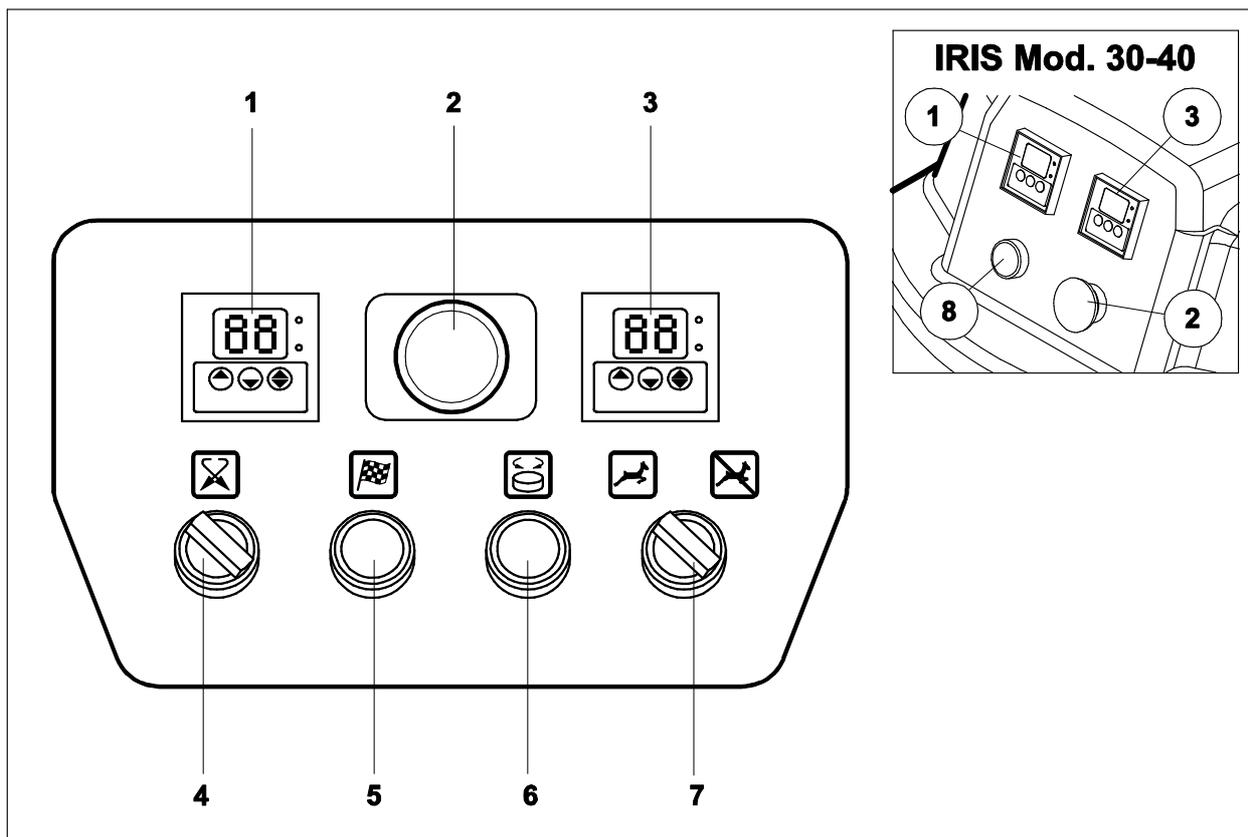
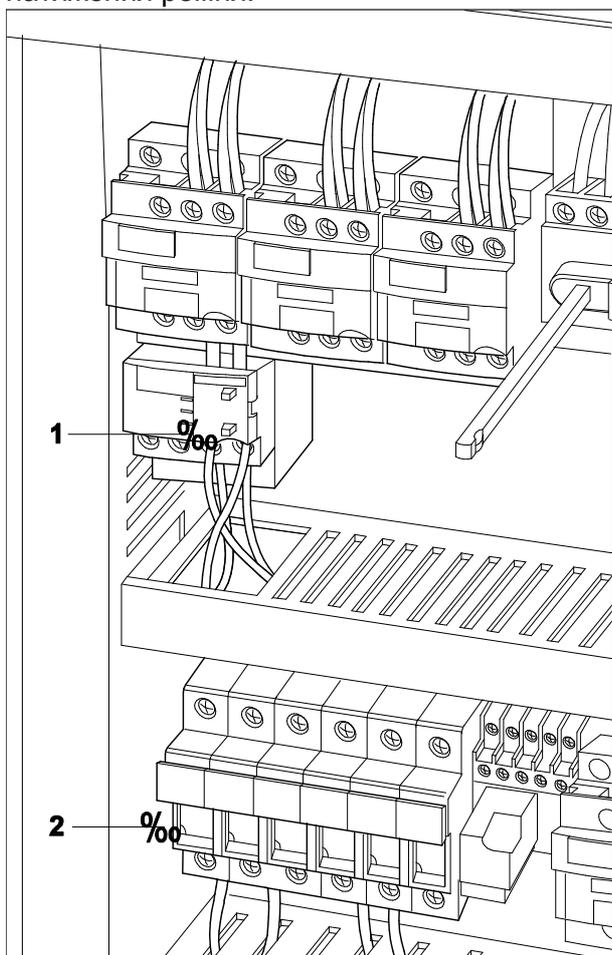

Рис. 7 – Панель управления
Рис. 10 – Электрический щиток IRIS 80-250
Управление тестомесильной машиной осуществляется с помощью панели управления, напряжение на которой уменьшено до 24 Вольт (Рис. 7).
3) Теперь выберите время смешивания (если время еще не установлено) с помощью двух таймеров (1 и 3 на рис. 7).
4) Нажмите кнопку START - (5 рис 7). В модели 80-250, или (8 рис 7) в моделях 30-40, для того, чтобы запустить рабочий цикл. Если оператор выбрал время замеса настройками таймера 1 (1 на рис. 7) и таймера 2 (3 на рис. 7), машина прекратит рабочий цикл, а в течение рабочего цикла машина будет автоматически переключаться с первой на вторую скорость. После автоматической остановки, питание не отключается и машина готова к новому рабочему циклу.
1) Поверните переключатель (4 на Рис. 7) в обратном направлении, а затем нажмите кнопку START.
Кнопка (6 на рис. 7) позволяет оператору вращать емкость непрерывно (или с перерывами), для того чтобы облегчить доступ к тесту.
- нажмите на красную кнопку STOP (2 на Рис. 7);
| Машина остановилась во время рабочего цикла, а зеленый индикатор горит.   | Емкость переполнена. Либо возможны перепады напряжения в электрической сети.   | Открыть электрощит (21 Рис. 1) и проверить функциональность термореле и плавких предохранителей. В случае необходимости, активируйте термореле, нажав на кнопку (1 Рис. 10). Если машина не работает, обратитесь в сервисный центр. |
| При нажатии на кнопку START (5 Рис. 7) машина начинает работать, но останавливается, как только отпустили кнопку. | Таймер (1 Рис. 7), или реле на электрической панели (Рис. 10) забились мукой или вышли из строя.   | Направьте струю воздуха (не слишком сильно), на таймер и на реле, чтобы очистить контакты. Если это не помогло, замените неисправные компоненты.  |
| При нажатии на кнопку START (5 Рис. 7) спираль вращается, в то время как емкость остается неподвижной.            | Проверьте функционирование переключателя движения емкости (4 Рис. 7). Возможно, он вышел из строя.   | Замените переключатель, если он вышел из строя.   |
| Машина автоматически не меняет скорость с первой на вторую.   | Переключатель скорости (7 Рис. 7) в положении исключения второй скорости.Переключатель вышел из строя.Низкое напряжение в сети электропитания. | Проверьте положение переключателя скорости (7 Рис.7).Замените переключатель.Проверьте напряжение в сети.  |
| Машина автоматически не меняет скорость с первой на вторую.   | <p>Напряжение в сети не соответствует напряжению питания машины.</p> <p>Таймер второй скорости (3 Рис. 7) в нейтральном положении.</p>   | <p>Проверьте напряжение в сети.</p> <p>Убедитесь, что таймер в правильном положении (3 Рис. 7).</p>   |
| Машина работает очень шумно, часто срабатывает термореле.   | Машина запитана двумя фазами вместо трех.  | Проверьте положение магнитного переключателя (Рис. 10) и соединение кабеля питания.   |
| Машина не начинает работать при нажатии на кнопку START.  | <p>Кнопка вышла из строя.</p> <p>Таймеры (1 и 3 Рис. 7) в положении 0.</p> <p>Защитная сетка открыта (4 Рис. 1).</p> <p>Выключатель поднятия защитной сетки находится в неправильном положении или вышел из строя.</p> <p>Магнитный переключатель (Рис. 10) неправильно установлен или вышел из строя.</p> <p>Кнопка STOP заблокирована (2 Рис. 7) или вышла из строя.</p> | <p>Замените кнопку START.</p> <p>Задайте время на таймерах.</p> <p>Закройте защитную сетку.</p> <p>Проверьте выключатель поднятия защитной сетки.</p> <p>Правильно установите магнитный переключатель или замените его. Замените предохранители.</p> <p>Разблокируйте кнопку аварийной остановки или заменить контакты.</p> |